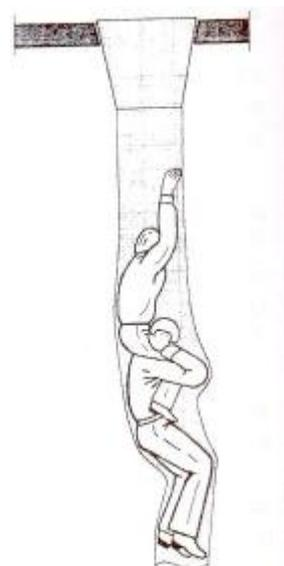

Рис. 30 Спуск пострадавшего
5) для спуска в рукаве подростка или человека, который не в состоянии самостоятельно осуществить спуск из-за появления у него страха высоты необходимо посадить его на плечи одному из членов расчета или помощнику из числа спасающихся и произвести совместный спуск. Сопровождающий должен регулировать скорость спуска разведением локтей и коленей, при этом страховщики должны обеспечить безопасную скорость спуска спасаемых с помощью указанных выше приемов (Рис. 30).